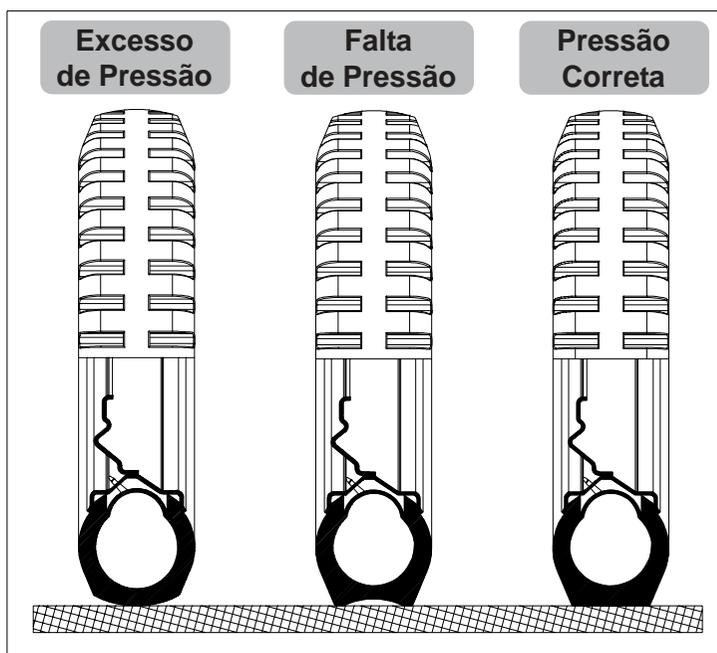

FIGURA 104
**PRESSÃO DOS PNEUS ( FIGURA 104 )**